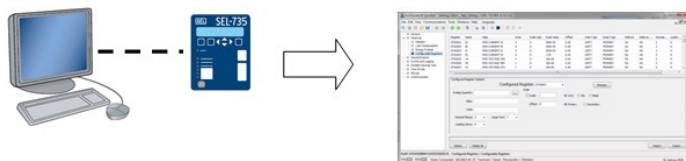

Figura 1. Descarga de ajustes del medidor
1. Comunicarse con el medidor SEL-735 y descargar los ajustes; en el formato de configuración del medidor, en el panel del lado izquierdo, buscar Metering > Configurable Registers. Se muestra una lista de los registros configurables ya disponibles desde fábrica; sin embargo, se pueden agregar más registros configurables (Figura 1).